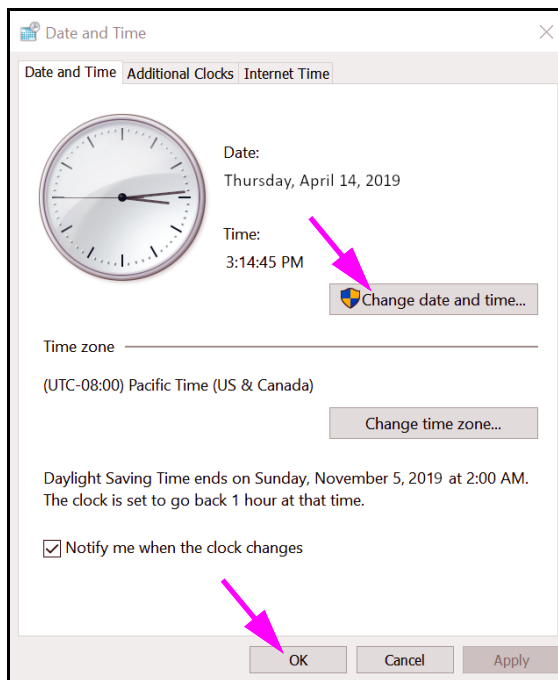

图 2-34. Date and Time Properties（日期和时间属性）对话框
1. 依次单击 **Control Panel**（控制面板）> **Date and Time**（日期和时间）。出现 **Date and Time**（日期和时间）对话框。参见图 2-34。
4. 单击 **OK**（确定）以返回到 Date and Time（日期和时间）对话框。参见图 2-34。